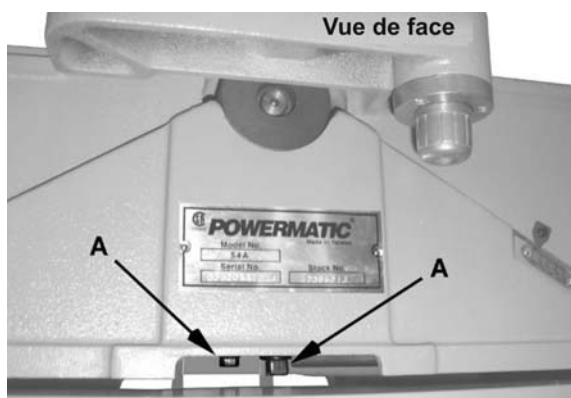

Figure 47
6. À l'aide d'une clé hexagonale de 8 mm, desserrez deux vis à tête hexagonale sous le moulage de base du guide (E) qui maintient le moulage à la table (F). Retirez le moulage de base du guide et posez-le de côté.
7. Déposez les quatre vis et rondelles (A) qui maintiennent la protection de la courroie (B). Déposez la protection de la courroie.
8. À l'aide d'une clé de 14 mm, déposez les deux vis (A, Fig. 47) et les rondelles de blocage qui maintiennent les boîtiers du roulement de la tête de la découpeuse à la base.